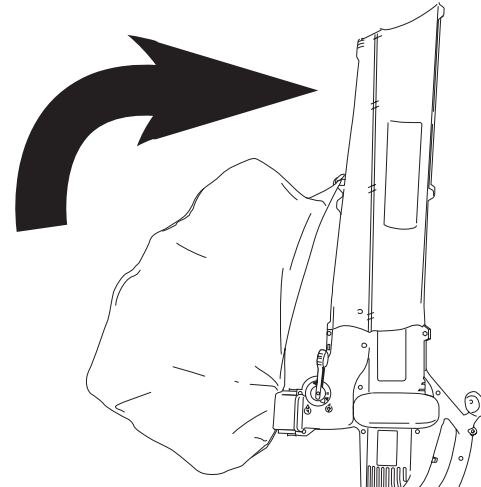

Fig. 19
1. Voltee la unidad de forma tal que las aberturas del tubo de soplador/aspiradora queden hacia arriba (Fig. 19).
1. Voltee la unidad de forma tal que las aberturas del tubo de soplador/aspiradora queden hacia arriba. (Fig. 19)